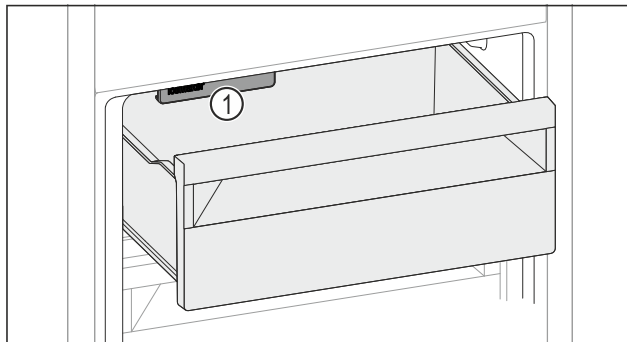

Fig. 65
- Wanneer u levensmiddelen in de linker lade plaatst: Rekening houden met IceMaker Fig. 65 (1).